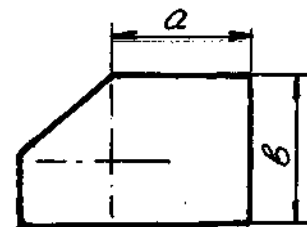

Рис. 62
2. Визначити справжні величину відрізка „а” і „в”, якщо позначено масштаб М 1:2,5 (рис. 62). Вимірванням знаходять, що величина відрізка „а” дорівнює 18 мм. Звідси справжня величина відрізка „а” становитиме $18 \times 2,5 = 45$ мм. Аналогічно знаходять величину відрізка „в” ($v = 20 \times 2,5 = 50$ мм.).